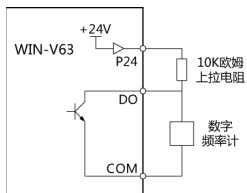

图 3-29 使用内部 24V 电源时 DO 端子接线图
③DO 频率信号输出可使用变频器内部的 24V 电源，接线方式请参见图 3-29。